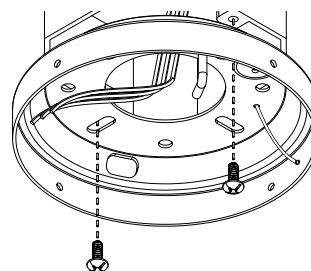

Figura 1.
- Haga pasar los hilos eléctricos provenientes del techo a través del orificio central del soporte de fijación, como se muestra en la figura 1